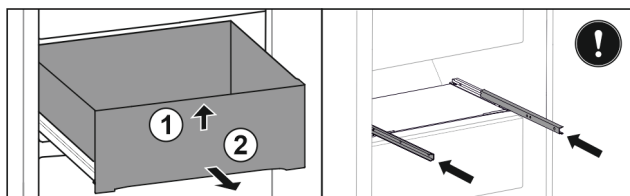

Fig. 28 *
- ▶ Emelje meg a fiók elejét Fig. 28 (1).*
- ▶ Vegye ki előrefelé Fig. 28 (2).*